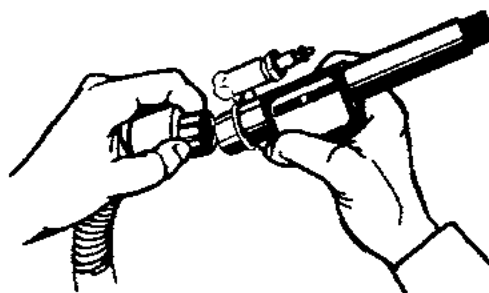

Figure 13
3. Serrez bien le connecteur à la main (cf. la figure 13).